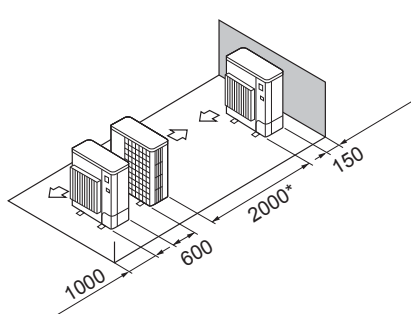

Fig. 2-12
- ⑤ Plassering av enkel parallell enhet (fig. 2-12)